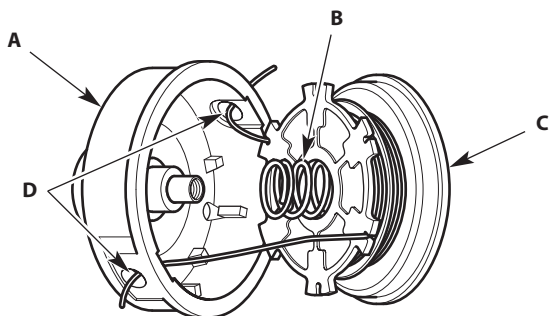

Fig. 7
1. Pass the two line ends through the eyelets in the outer spool (Fig. 7).
2. Place the spring inside the inner reel (Fig. 7).
3. Insert the inner reel into the outer spool (Fig. 7). Push the inner reel and outer spool together.
1. Passez les deux extrémités du fil à travers les œillets situés sur la bobine extérieure (Fig. 7).
2. Placez le ressort à l'intérieur du moulinet (Fig. 7).
3. Insérez le moulinet dans la bobine extérieure (Fig. 7). Poussez ensemble le moulinet et la bobine extérieure.